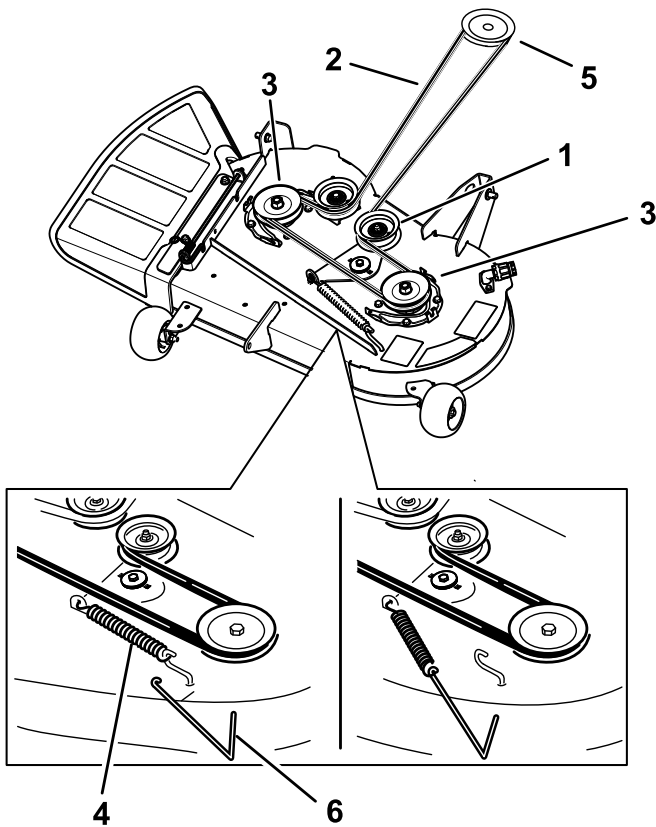

Figura 58
5. Usando una herramienta para la retirada de muelles (Pieza Toro N° 92-5771), retire el muelle tensor del gancho de la carcasa para eliminar la tensión de la polea tensora, y retire la correa de las poleas (Figura 58).
6. Pase la correa nueva alrededor de las poleas del motor y del cortacésped (Figura 58).
7. Usando una herramienta para la retirada de muelles (Pieza Toro N.º 92-5771), instale el muelle tensor sobre el gancho de la carcasa y tense la polea tensora y la correa (Figura 58).